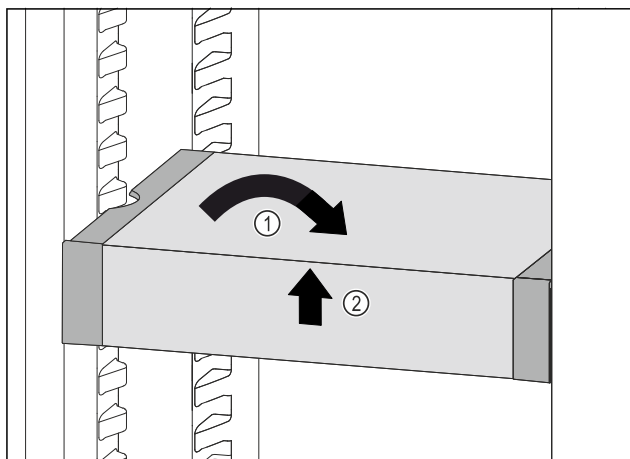

Fig. 88
- ▶ VarioSafe postavte rovně. Fig. 88 (1)
- ▶ VarioSafe vpředu zvedněte. Fig. 88 (2)